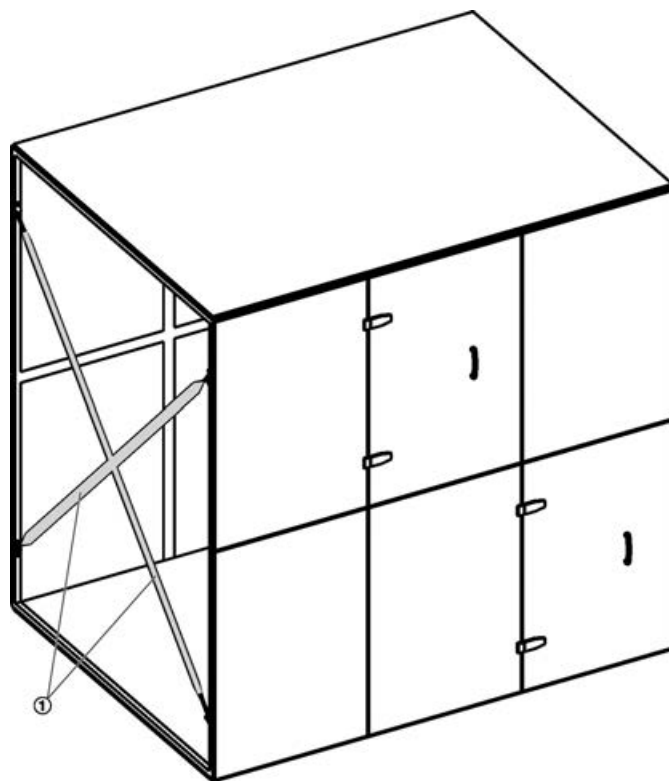

Abb. 9: Verstrebungen mit Bändern
- 1 ▶ Die Transportverstrebungen (Abb. 9 /1) abschneiden und komplett entfernen.